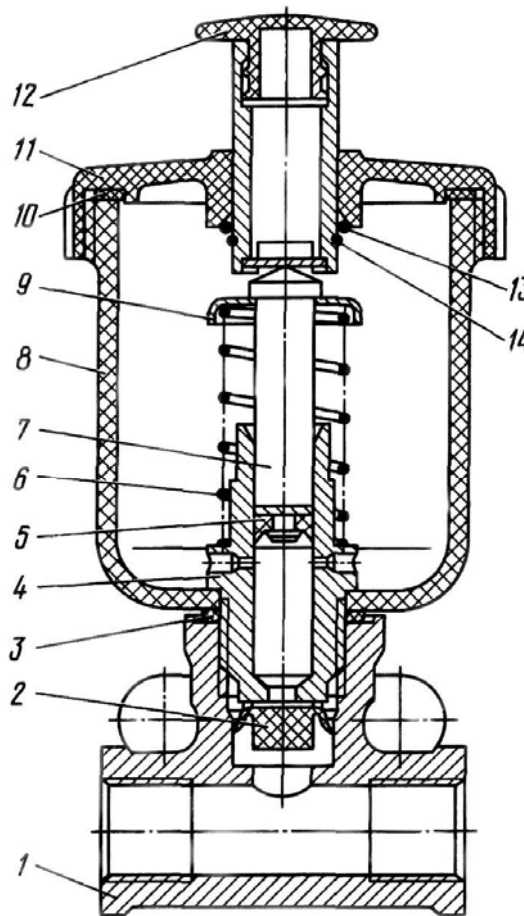
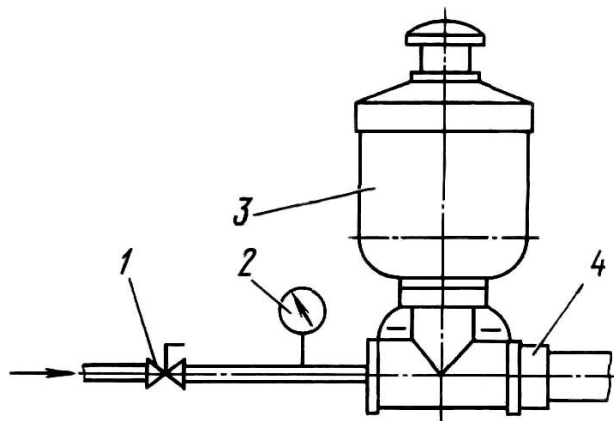

Рис.92. Противозамерзатель:
Рис.93. Схема испытания противозамерзателя:
1. Отверните крышку 11 (рис.92) и снимите ее в сборе с толкателем.
Проверьте работу противозамерзателя на стенде, подсоединив его так, как показано на рис.93. При этом кран 1 должен быть закрыт, подвижный запор 4 отведен.
Установите пружину 6 (см. рис.92), шайбу 9, шток 7 и крышку 11 в сборе с толкателем. Нажатием на кнопку 12, переместите толкатель 4 - 5 раз. Закройте кран 1 (см. рис.93), отведите подвижный запор 4, при этом в канале корпуса должно быть наличие жидкости.
После испытаний снимите крышку 11 (см. рис.92) в сборе с толкателем и штоком 7, слейте жидкость, удалите с деталей следы жидкости и эмульсии, установите снятые детали.